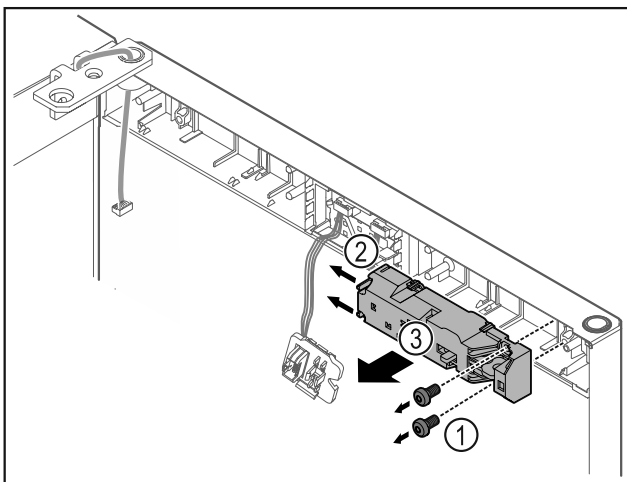

Fig. 17
- Odstraňte šrouby Fig. 17 (1).
- Nosy zarážky Fig. 17 (2) stlačte na stranu a sejměte dálkový zámek Fig. 17 (3).